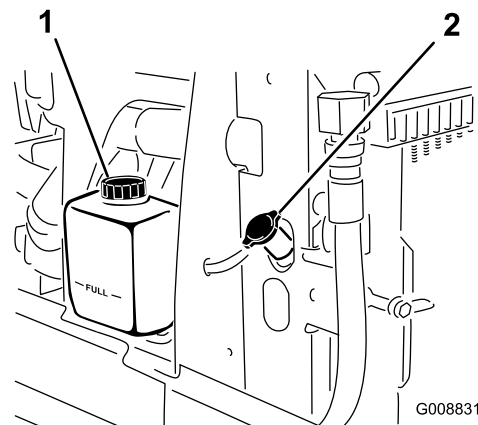

Figure 78
1. Retirez le bouchon du radiateur et le bouchon du vase d'expansion avec précaution (Figure 78).